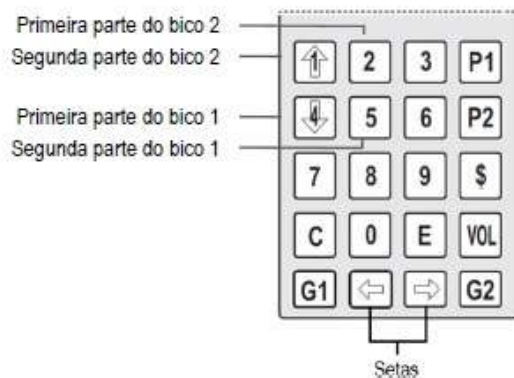

Figura 1 – Imagem do teclado.
b) Pressionar a tecla referente ao bico conforme ilustrado na Figura 1
e) Pressionar a tecla referente ao bico conforme ilustrado na Figura 1
f) Para apagar, digitar a tecla “Zero” (0)